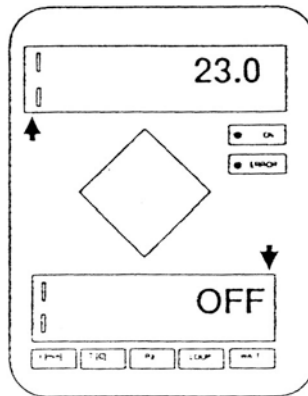

Figura 3 – menù di avvio OFF che appare all'accensione della macchina.
- 1) Accendere la macchina agendo sull'interruttore generale posizionato su un lato della stessa; appena accesa il programma di gestione si inizierà e verrà visualizzato il menù avvio OFF (vedi Figura 3).